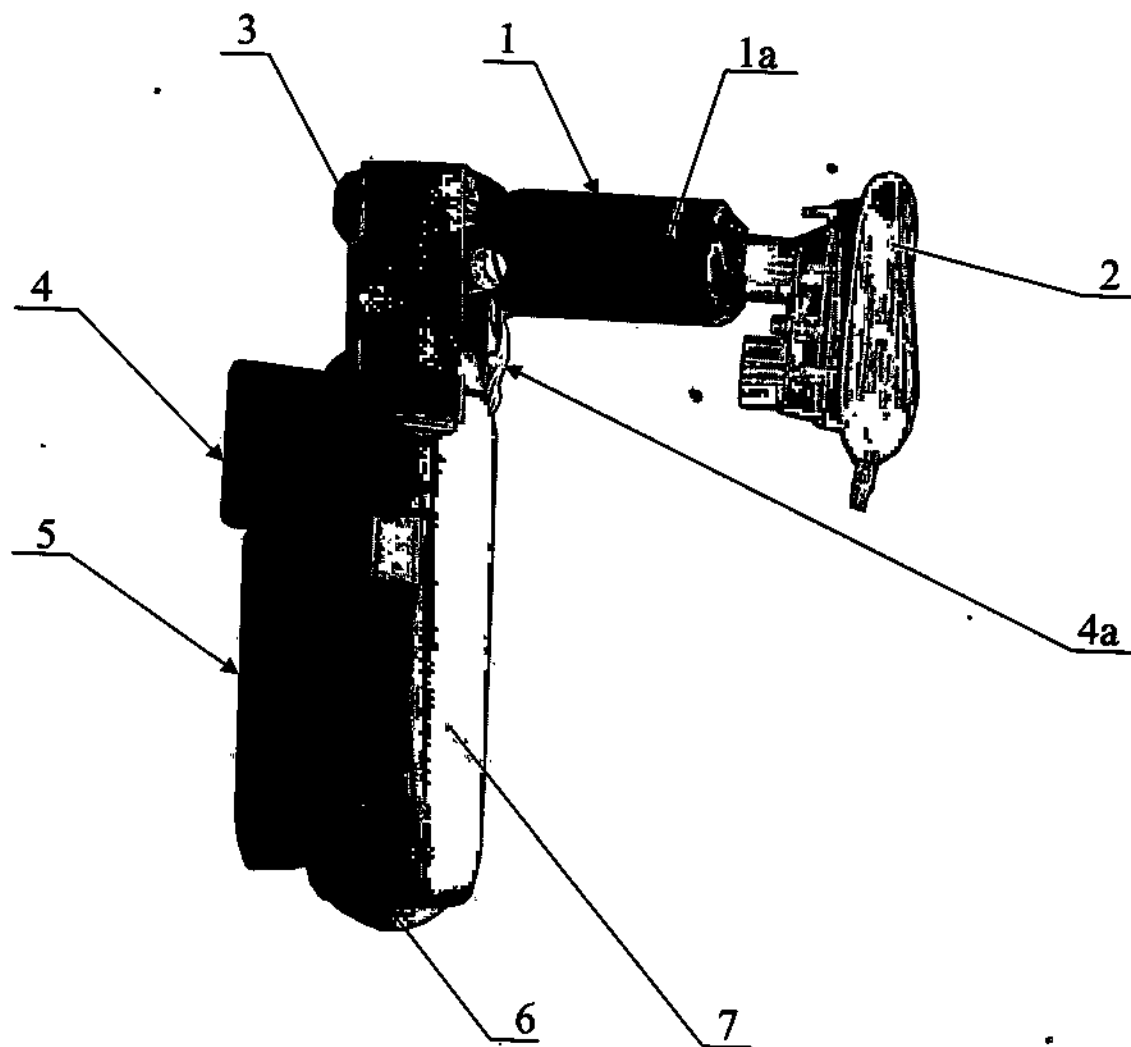

Рисунок 1 – Ингалятор для дыхания подогретой кислородногелиевой газовой смесью «ИНГАЛИТ – В4»
1.4.1 Ингалятор «Ингалит – В4» выполнен в виде носимого моноблока (Рисунок 1).